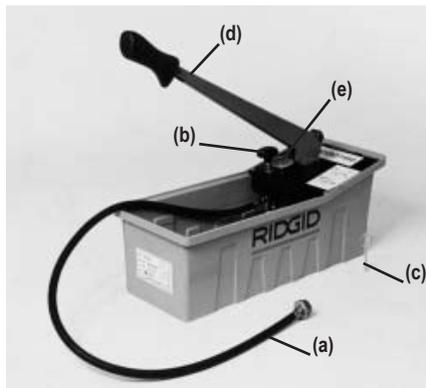

Рис. 1
2. Перед работой с насосом следует ознакомиться с расположением и функциями всех органов управления (рис. 1).
### Инструкция по эксплуатации (см. рис. 1)